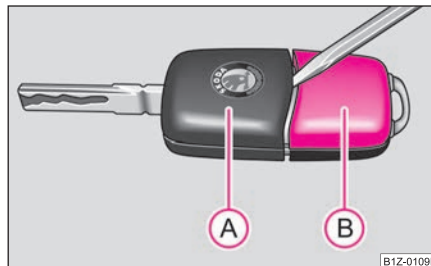

Fig. 23 Separar la llave con radiotelemando
Cada llave con radiotelemando contiene una pila que se encuentra en la tapa (B) de la carcasa de la emisora ⇒ fig. 23. Le recomendamos que lleve a cambiar la pilas de la llave a un concesionario Škoda. No obstante, si desea cambiar usted mismo la pila usada, haga lo siguiente: